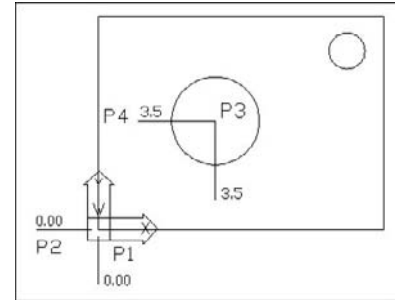

Fig.9.19
- 2 Exécuter la commande cotation radiale à l'aide d'une des méthodes suivantes (fig.9.19) :